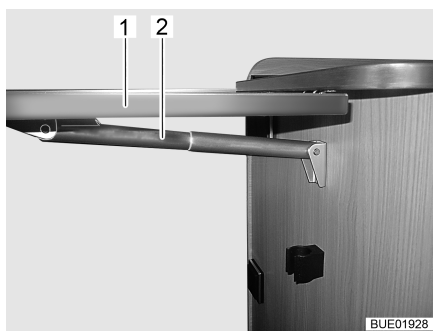

Fig. 30 Table pliante/surface de travail
- Saisir la table pliante/surface de travail (Fig. 30,1) par le bas et la désenclencher d'une légère traction.
- Faire basculer le plateau de table vers le haut jusqu'à ce que la fixation du support télescopique (Fig. 30,2) ait prise. Lâcher le plateau de table.